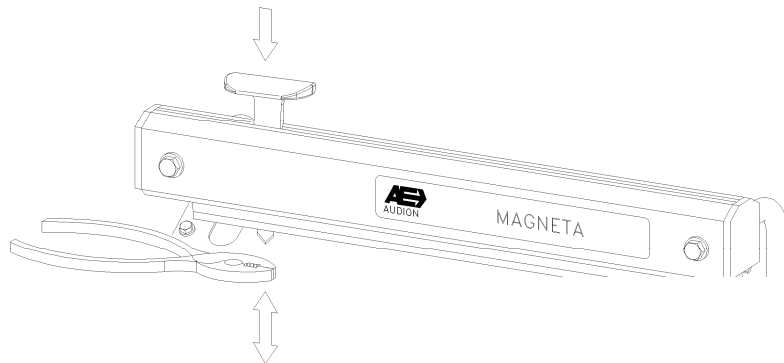

Fig. 2
7. Zużyty nóż można wymienić poprzez wciśnięcie czerwonego uchwyty noża, wyciągnięcie starego noża i włożenie nowego. Zaleca się, aby przy tej czynności posłużyć się kombinerkami (Rys. 2).
7. Для замены износившегося ножа следует нажать на красный держатель, вытащить старый нож и заменить его новым. Рекомендуется использовать для этого плоскогубцы (рис. 2).